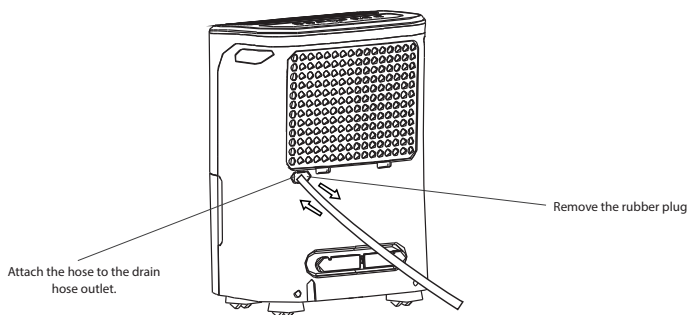

Fig. 7
- Usuń gumową zaślepkę odpływu skroplin. Podłącz wąż spustowy i podepnij go do odpływu lub odpowiedniego urządzenia odprowadzającego skropliny (Rys. 7).